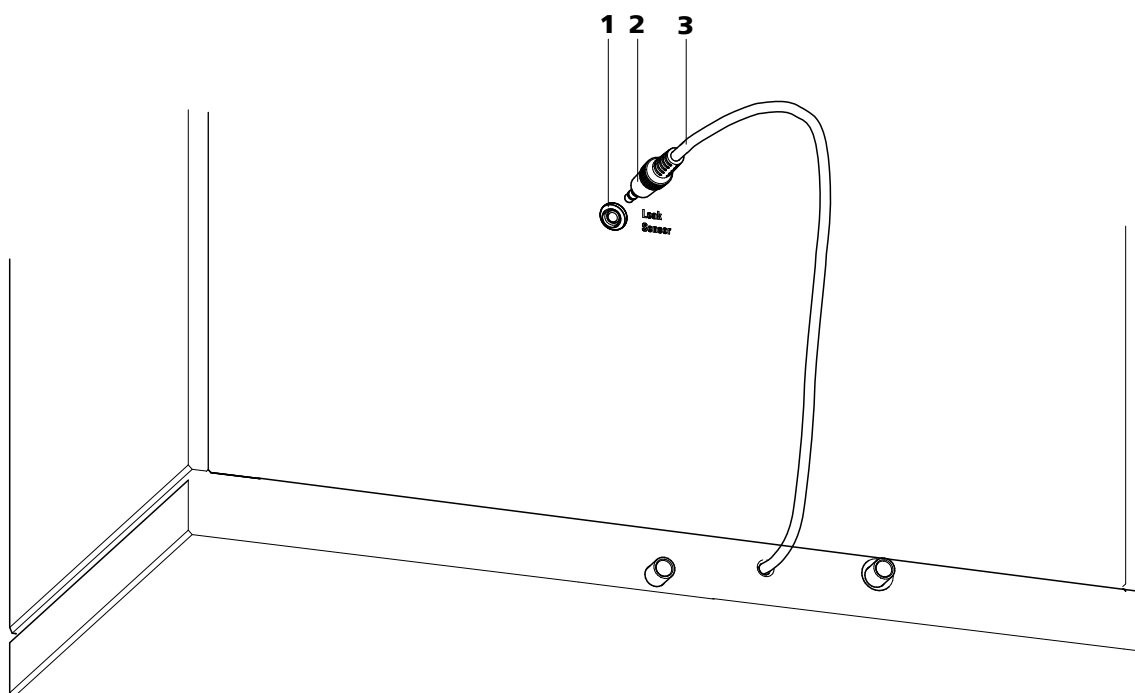

Figura 6 Conexão do sensor de vazamento na parte traseira do aparelho
- 1** Inserir o plugue do sensor de vazamento (6-2) na tomada de conexão do sensor de vazamento (6-1) que se encontra na parte traseira do aparelho (ver figura 6, página 21).